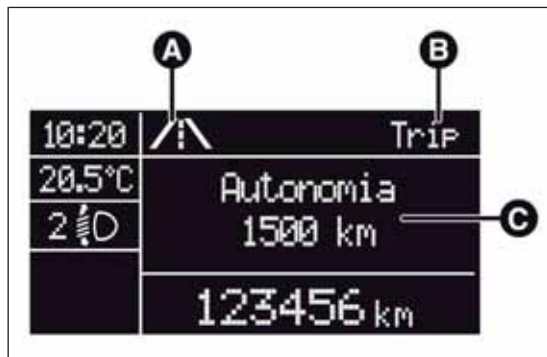

fig. 11
- icona animata nella parte superiore fig. 11;
- la scritta "Trip" (oppure "Trip A" oppure "Trip B") (B);
- nome, valore ed unità di misura relativi alla grandezza selezionata (es. "Autonomia 1500 km") (C).